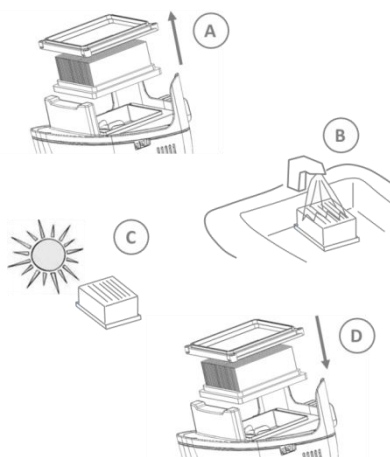

Figura 10
- j. Para obtener detalles sobre cómo lavar el filtro, consulte la figura 10. Siga las instrucciones desde el punto A hasta el punto D.